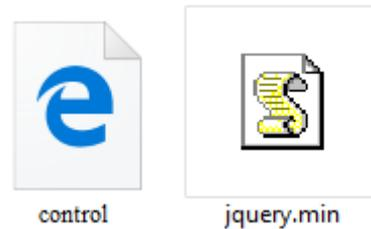

Fig. 36. File .html e .min.
- importare nella medesima cartella il file java *jquery.min* (fig. 36), copiandolo da <http://ajax.googleapis.com/ajax/libs/jquery/2.1.3/jquery.min.js>